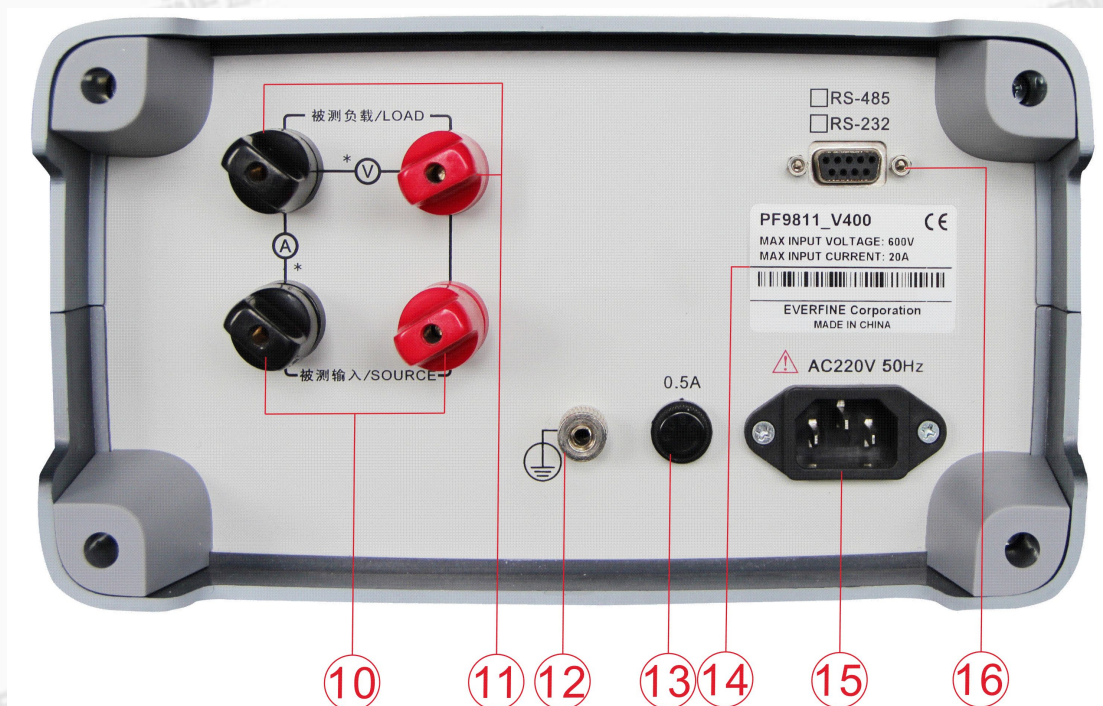
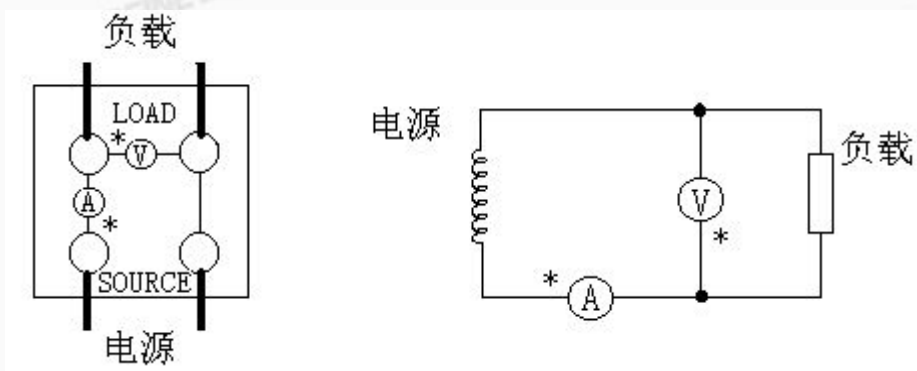

图 3.2 后面板示意图
图 4.1 测量电路接线示意图
● 负载电流环路如图 4.1 中粗线所示。要求电流流经导线必须能够承受允许通过的最大电流。否则有可能发生导线熔断，造成火灾等重大事故。
如图 4.1 左侧电路所示，被测设备输入电源与仪器后面板“被测输入接线端子”（图 3.2 中 ⑩）连接，“被测负载接线端子”（图 3.2 中 ⑪）与被测设备连接，提供电源，此时的连接方式如同图 4.1 右侧电路。